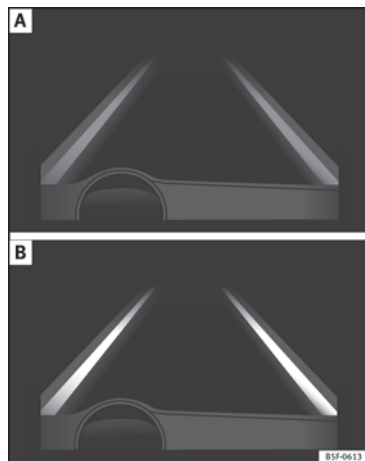

Fig. 207 En la pantalla del cuadro de instrumentos: indicación en la pantalla del sistema de aviso de salida del carril (ejemplo 1).
- El sistema está activado, pero no disponible, bien por no haber alcanzado la velocidad mínima o bien porque no reconoce las líneas de carril » **fig. 207 A.**
- El sistema está activado y disponible, tiene las dos líneas del carril reconocidas. En este momento no está corrigiendo la trayectoria » **fig. 207 B.**